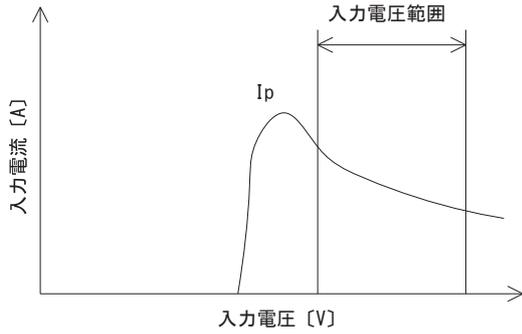
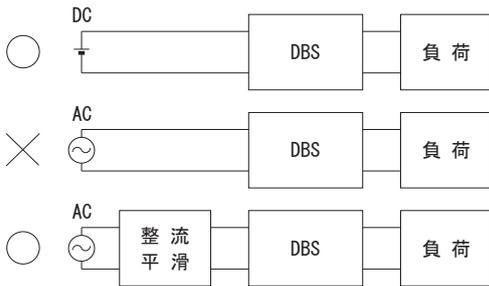
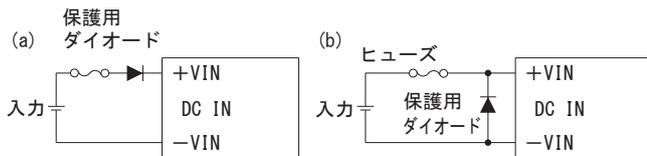

図 2.2 入力電流特性
図 2.3 AC 入力での使用
図 2.4 逆接続防止
- 入力電源には DC-DC コンバータ 立ち上げ時の電流 I_p (図 2.2) を考慮した、充分余裕のある電源を設定してください。
(5) AC 入力での使用
- DBS シリーズは DC 入力専用です。AC での使用時は、電源入力に整流平滑回路を接続してください (図 2.3)。整流平滑回路についての詳細は、当社までお問い合わせください。
(6) 逆接続の防止
- 入力端子に極性逆の電圧が加わると故障します。極性逆の電圧が加わる可能性がある場合は、図 2.4 のような保護用の回路を外付けしてください。